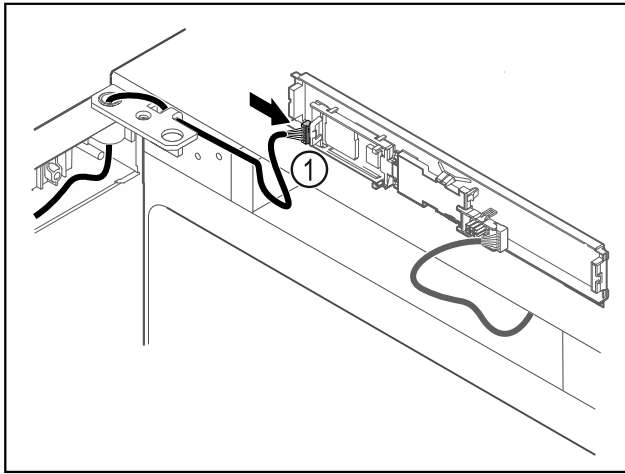

Fig. 64
- Aseta pistoke Fig. 64 (1) levyyn.